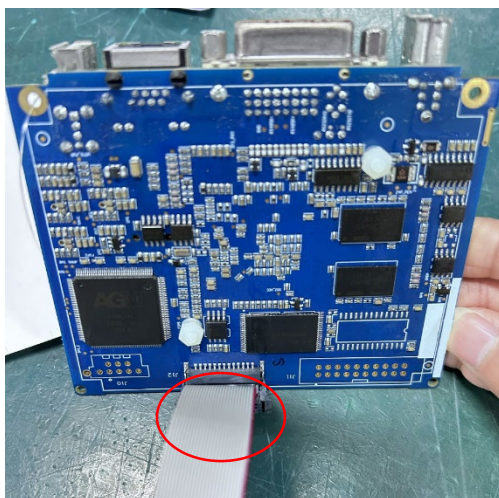

图 3-30：拆除核心板背面的连接器
3. 将核心板翻到背部，并拆除红圈处的连接器，如图 3-30 所示；